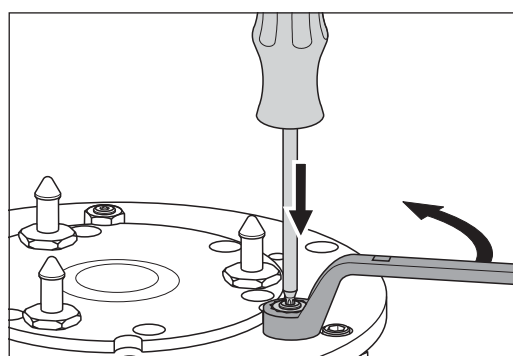

Abb. 43 Die Einstellschraube mit dem TORX-Schraubendreher festhalten und **gleichzeitig** die Mutter **gegen den Uhrzeigersinn** lösen.
- 5 Halten Sie mit dem TORX-Schraubendreher die Einstellschraube fest und lösen Sie **gleichzeitig** mit dem Ringschlüssel die Mutter **gegen den Uhrzeigersinn** (Abb. 43).